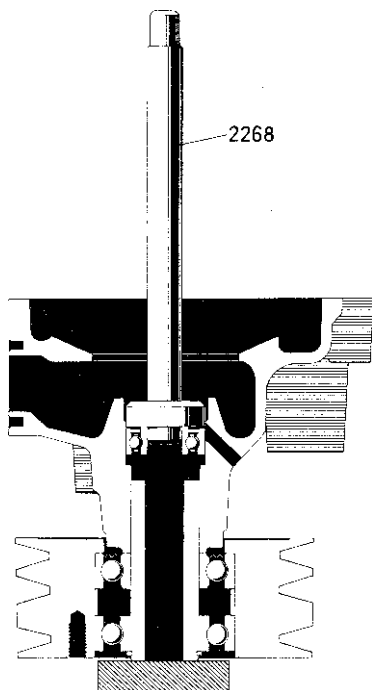

Fig. 166. Montering av bakre lager i hus
4. Placera pumpen på ett mothåll enligt fig. 166. Pressa i bakre lagret med dorn 2268 sedan lagret och utrymmet innanför lagerläget fyllts med fett. Lagret skall vändas så att tätningbrickan ligger närmast skovelhjulet.